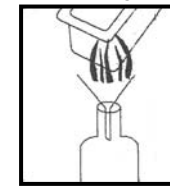
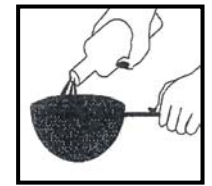

Fig. 7
Fig. 8
- Pour filtrer l'huile, s'assurer en premier qu'elle est suffisamment refroidie et vider ensuite l'huile du récipient dans un autre contenant ou dans une bouteille. (Fig. 7.) Laver et sécher le récipient d'huile et le panier. Remplir le récipient d'huile avec l'huile, en la vidant dans une passoire en fil d'acier ou dans un filtre en papier. (Fig. 8.)